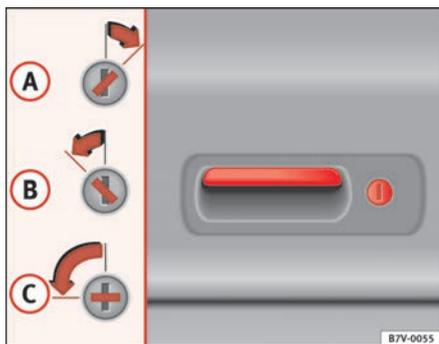

Fig. 63 Posiciones del ojo de la cerradura del portón trasero
- Girando la llave del vehículo hacia la posición ⇒ fig. 63 A, se bloquean las puertas y el portón trasero.
- A En los vehículos con elevalunas eléctricos y ventanillas deflectoras eléctricas o techo corredizo eléctrico, se podrá cerrar de manera automática aquellas ventanillas o el techo corredizo que hubieran quedado abiertos. Para ello, mantenga la llave en la posición ⇒ fig. 63 A hasta que se hayan cerrado completamente todas las ventanillas y el techo corredizo.